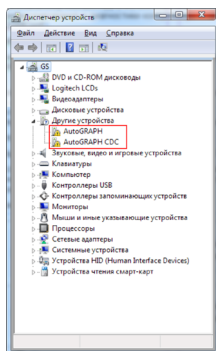

Рис.1.
- Снимите съемную крышку дополнительного отсека, открутив 2 винта (Рис.1).
1. Подключите модуль «АвтоГРАФ-GSM-Drive» к ПК, используя интерфейсный кабель USB AM – USB miniB 5 pin. Система автоматически найдет новое оборудование (Рис.1).